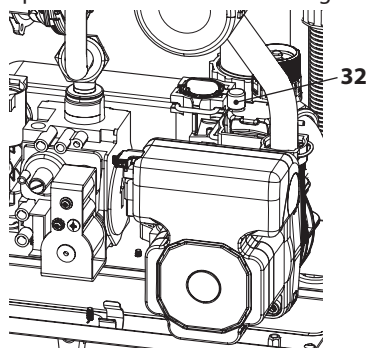
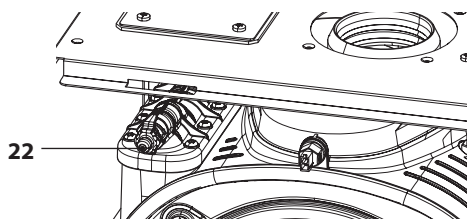

Figura 9.11
Figura 9.12
- Per facilitare lo svuotamento, alzare il tappo 32 della valvola di sfiato automatica in Figura 9.11 e allentare il raccordo di sfiato scambiatore primario condensante 22 in Figura 9.12.